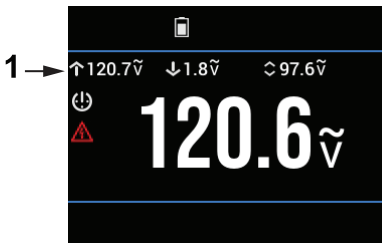

Figure 10.1 Affichage des valeurs maximales, minimales et moyennes. L'élément 1, sur la figure, montre la ligne où les mémoires de lecture sont affichées.
4. Les valeurs les plus élevées, les plus basses et les moyennes (de gauche à droite) s'affichent au-dessus de l'écran de mesure principal, comme illustré à la figure 10.1 ci-dessous.